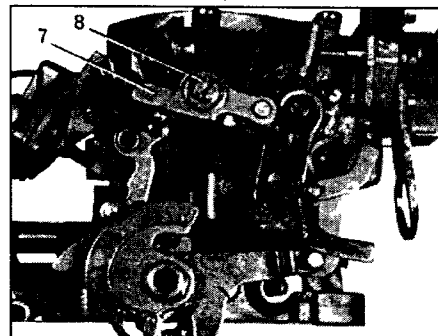

Рис. 4.28 Регулировка термостата
28 Необходимую регулировку проведите перемещением рычага, предварительно ослабив винт (8) (рис. 4.28).